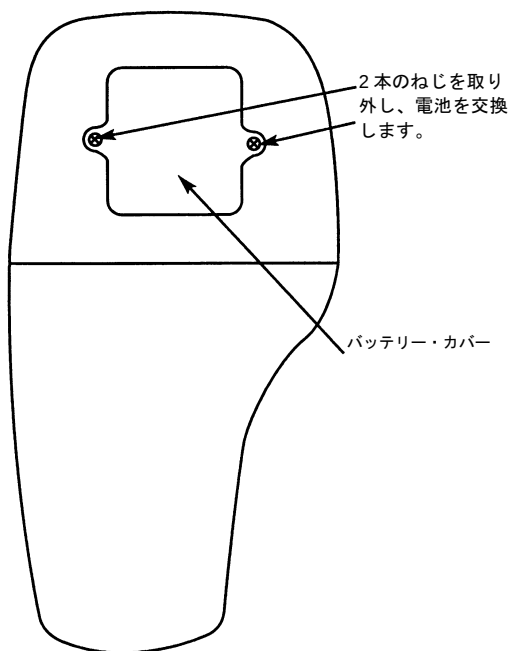

図 3 - 計測器裏面のバッテリー・カバー
1. プラスドライバーを用いて、図 3 に示す 2 本のねじを取り外します。